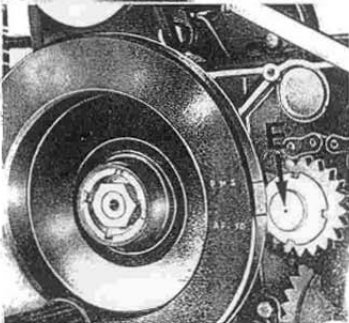

Fig. 113
CONTROLLO MESSA IN FASE DELL'ACCENSIONE (vedere fig. 113 - 113/1)
- verificare l'apertura dei contatti del ruttore (A di fig. 113) deve essere di mm. $0,42 \div 0,48$;